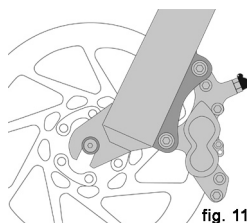
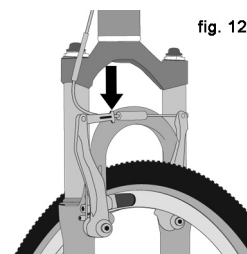

fig. 11
fig. 12
(1) Se la Vostra bicicletta possiede dei freni che agiscono sul cerchio, sganciare il meccanismo di rilascio rapido per accrescere lo spazio tra la copertura ed i pattini freno (Vedere la Sezione 4.C fig. 11 fino a 15).
3. Alcune tipologie di freni per biciclette, come i freni a disco (fig. 11) ed i freni a tiraggio lineare (fig. 12), sono estremamente potenti. Ponete cautela nel prendere familiarità con questi freni ed usate una particolare attenzione quando li usate.
La maggior parte dei freni a ganaschia possiede un dispositivo meccanico di rilascio rapido per permettere ai pattini freno di distanziarsi dalla copertura quando la ruota deve essere rimossa od installata. Quando il rilascio rapido è in posizione aperta, il freno è in condizione non operativa. Chiedete al Vostro rivenditore di insegnarVi la maniera corretta in cui funziona il rilascio rapido sulla Vostra bicicletta (figure 12, 13, 14 e 15) e controllate ogni volta prima di salire in bicicletta che i freni funzionino correttamente.